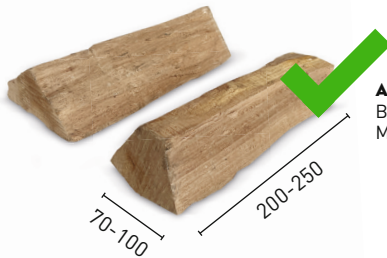

ABB. 4.1, IDEAL:
- > idealerweise Buchenholz möglichst ohne Rinde (Abb. 4.1) und keine Nadelhölzer mit Rinde (Abb. 4.2)